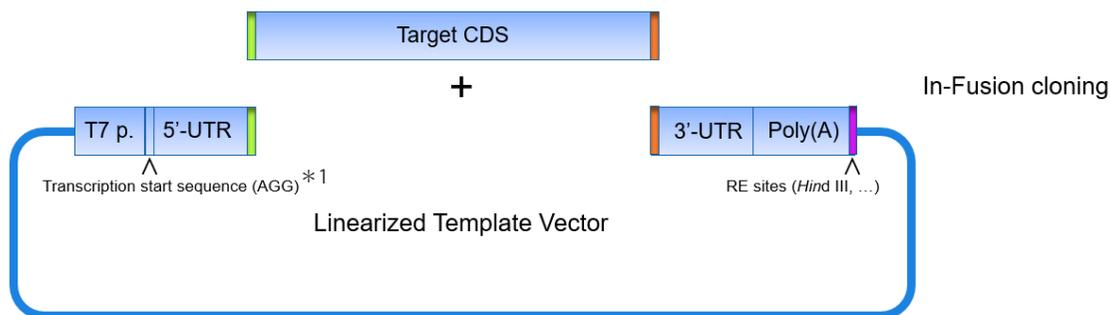
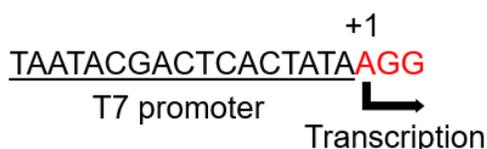

図 1. In-Fusion クローニング*2 による鋳型プラスミド構築
図 2. CleanCap Reagent AG を用いる際の DNA 鋳型の転写開始配列 (AGG)
Cloning Kit for mRNA Template は、TriLink 社の Cap アナログ [CleanCap Reagent AG あるいは CleanCap Reagent AG (3' OMe)] を用いて mRNA を合成する際の鋳型プラスミドを構築するためのキットです。予め線状化されたベクターには、T7 promoter、転写開始配列 (AGG)、5'-UTR (untranslated region)、3'-UTR、Poly(A) 配列 (105 塩基) が含まれているため、発現させたい遺伝子のコーディング配列 (coding sequence: CDS) を In-Fusion® クローニングするだけで、ヒトやマウスといった哺乳類細胞で使用可能な CleanCap Reagent AG を用いた mRNA 合成用の鋳型プラスミドを構築することができます (図 1、図 2)。構築した鋳型プラスミドからは、Takara IVTpro™ T7 mRNA Synthesis Kit (製品コード 6144) を用いた *in vitro* transcription により、簡便に目的の mRNA を高収量に調製することが可能です。